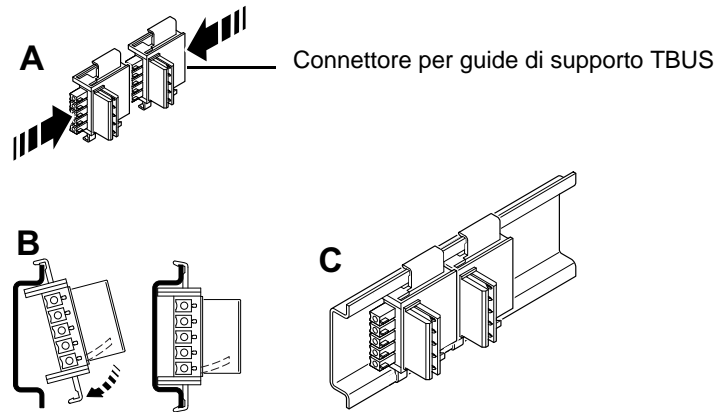

Figura 3-9 Montaggio di connettori su guida modulare TBUS
- Unire i connettori su guida modulare in numero necessario per la realizzazione della stazione composita, formando un'unità (vedere Figura 3-9, passo A).